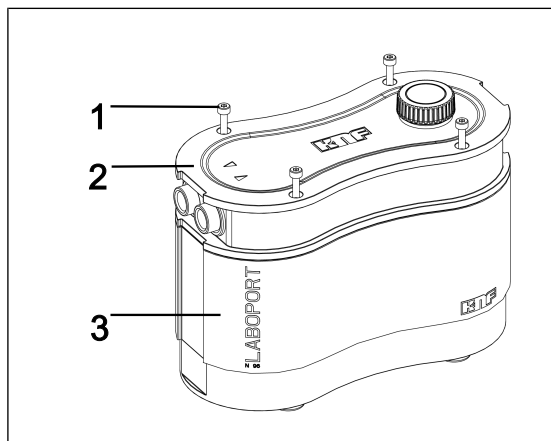
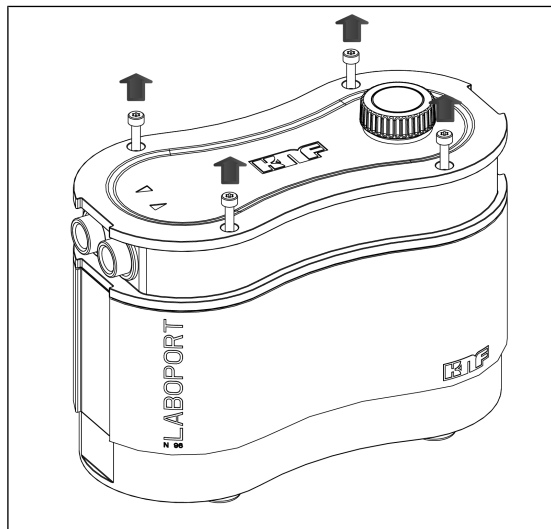
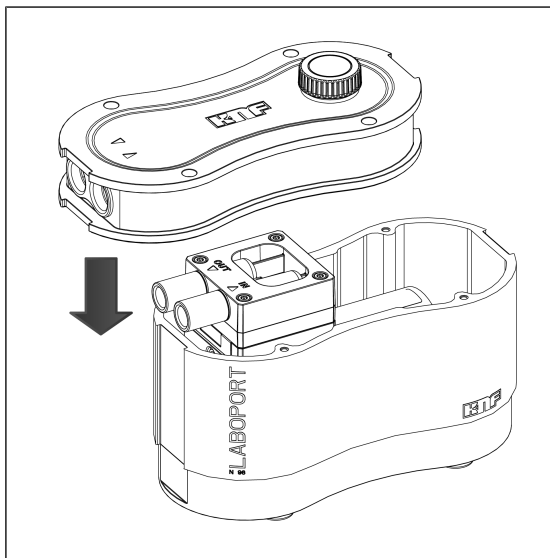

Fig.6: Aprire la carcassa
Fig.7: Allentare le viti della carcassa
Fig. 11: Applicazione del coperchio della carcassa
1. Allentare le quattro viti della carcassa (Fig. 6/1) und entnehmen Sie diese aus dem Gehäusedeckel (2) (vedere Fig. 7).
1. Posizionare il coperchio della carcassa (Fig. 6/2) sulla carcassa della pompa (3) con cautela (vedere Fig. 11).